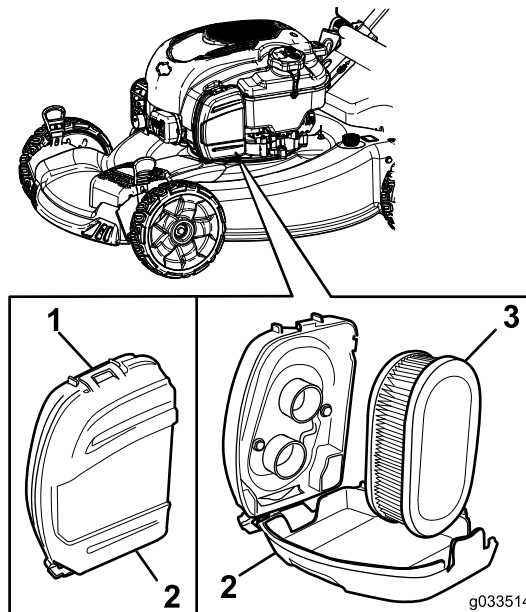

Figure 26
1. Déclipez le haut du couvercle du filtre à air (Figure 26).
2. Retirez le filtre à air (Figure 26).